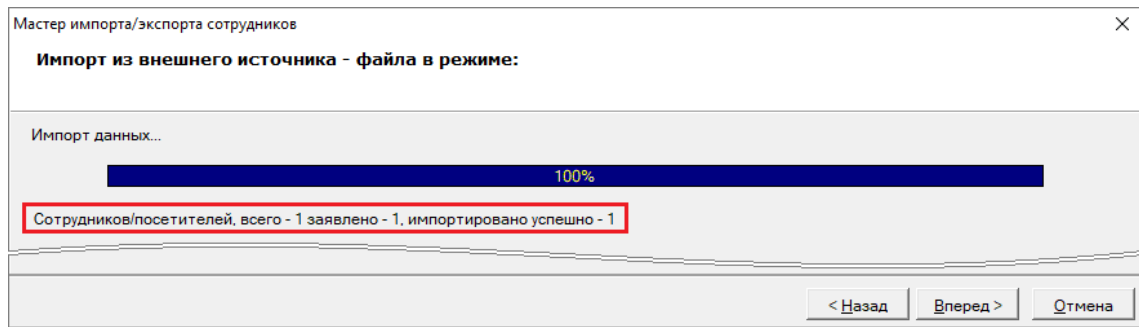

Рисунок 14-59 Информация об итогах операции импорта
- 11) В шаге «Импорт данных выбранных объектов» (см. п. 14.4.4) дождаться завершения операции импорта и убедиться в успешном импорте выделенного количества сотрудников в строке информации об итогах операции импорта (см. Рисунок 14-59);